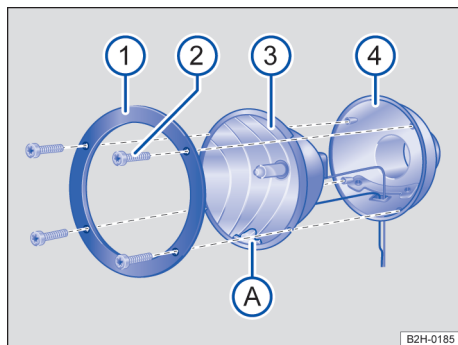
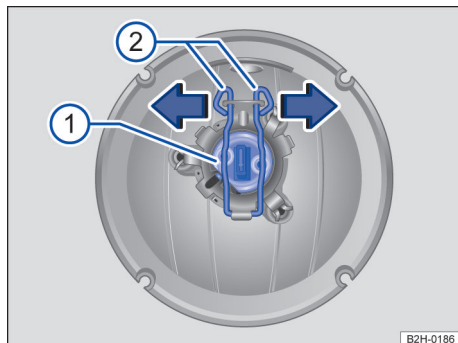

Fig. 157 Iluminação adicional no teto do veículo: desinstalar o vidro da lâmpada.
Fig. 158 Iluminação adicional no teto do veículo: trocar a lâmpada incandescente.
→ Fig. 157 e → Fig. 158
- ① Observar e executar a lista de controle → Página 206.
- ② Soltar os parafusos com a chave das ferramentas de bordo → Fig. 157 ②.
- ③ Retirar o anel de suporte → Fig. 157 ① da carcaça do refletor ③.
- ④ Retirar a carcaça do refletor → Fig. 157 ③ com cuidado da carcaça do farol ④.
- ⑤ Tirar o cabo do suporte da lâmpada.
- ⑥ Pressionar as travas para baixo e desprender no sentido da seta → Fig. 158 ②.
- ⑦ Retirar o suporte da lâmpada da carcaça do refletor → Fig. 158 ①.
- ⑧ Substituir a lâmpada incandescente queimada por uma lâmpada incandescente nova do mesmo modelo.
- ⑨ Recolocar o suporte da lâmpada.
- ⑩ Pressionar as travas para baixo e prender no sentido contrário da seta → Fig. 158 ②.
- ⑪ Encaixar o cabo no suporte das lâmpadas.
- ⑫ Colocar a carcaça do refletor → Fig. 157 ③ na carcaça do farol ④. A marca A deve apontar para baixo → ①.
- ⑬ Colocar o anel de suporte na carcaça do refletor → Fig. 157 ①.
- ⑭ Apertar os parafusos com a chave → Fig. 157 ②.
Instalar a carcaça do refletor sempre com a marca → Fig. 157 A para baixo. Caso contrário, a umidade não pode sair da carcaça do refletor e o farol pode ser danificado.